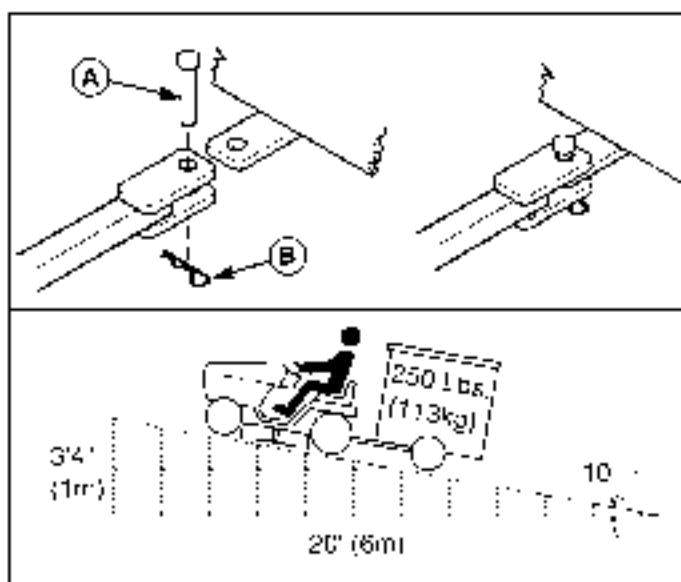

Figura 7. Pesos del remolque recomendados
La fuerza horizontal máxima que soporta la barra de enganche es de 280 Newton. La fuerza vertical máxima que soporta la barra de enganche es de 160 Newton. Esto corresponde a un remolque de 113 kg (>50 lb) en una cuesta de 13 grados. Sujete el remolque con un pasador de horquilla (A, Figura 7) y una pinza (B) del tamaño adecuado.